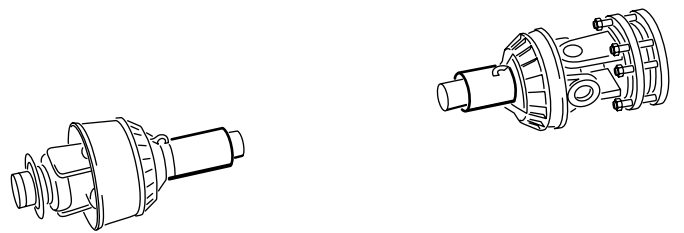
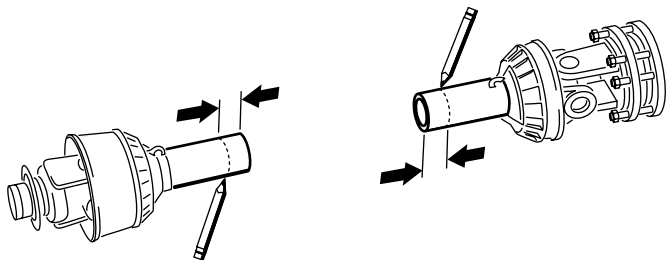

图21
图20
14. 使用在步骤 11 中确定的尺寸，找到、标记并截短安全护罩，露出轴管（图20 和图21）。